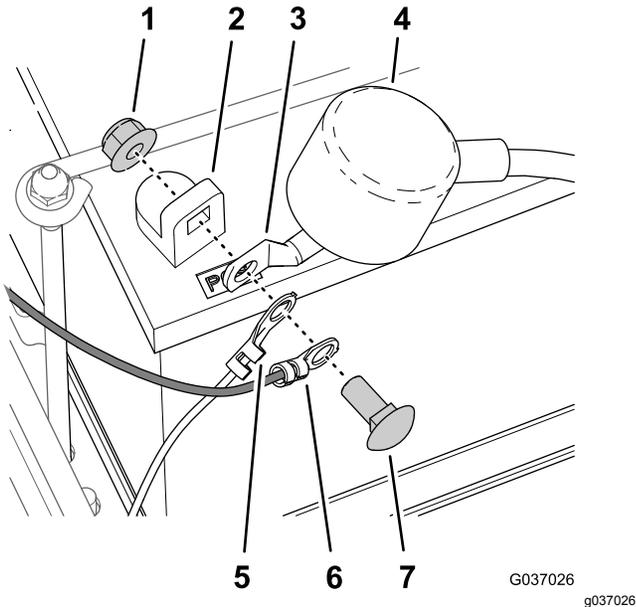

Bild 13
1. Fluchten Sie den Kabelschuh für den Maschinenkabelbaum, den Kabelschuh des Kitkabelbaums und die Anschlussklemme des Pluskabels der Batterie mit dem Pluspol der Batterie aus (Bild 13).
2. Befestigen Sie die Kabelschuhe und die Anschlussklemme der Batterie mit der in Schritt 2 Abschießen der Batterie \(Seite 2\) entfernten Schraube und Mutter am Batteriepol (Bild 13).
3. Setzen Sie die Isoliermuffe auf den Pluspol der Batterie (Bild 13).